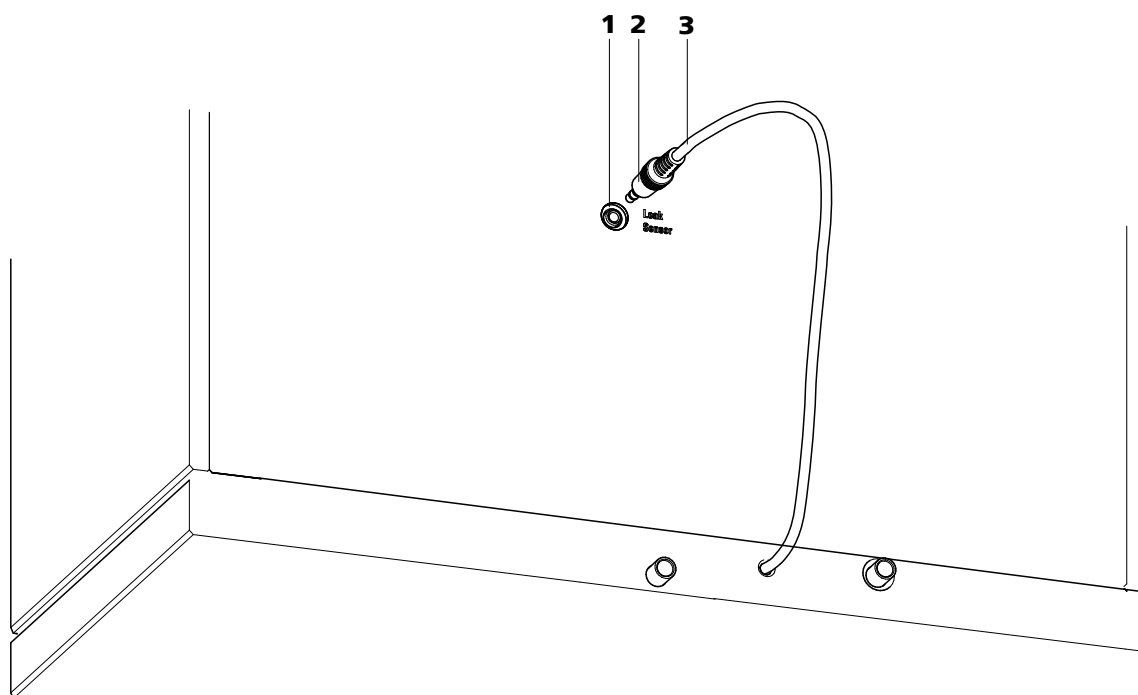

Figure 6 Connexion du détecteur de fuites à la face arrière de l'appareil
- 1 Insérer la fiche de connexion du détecteur de fuites (6-2) dans la prise de connexion du détecteur de fuites (6-1) sur la face arrière de l'appareil (voir Figure 6, page 20).